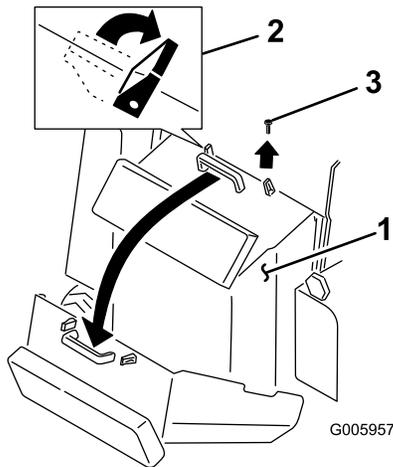

図 25
2. 後アクセスカバーの上部についているロックングタブ2枚を開放する 図 25。
3. 右ロックングタブの隣のボルトを外す 図 25。
4. ハンドルを握り、カバーを持ち上げて後方に開く 図 25。